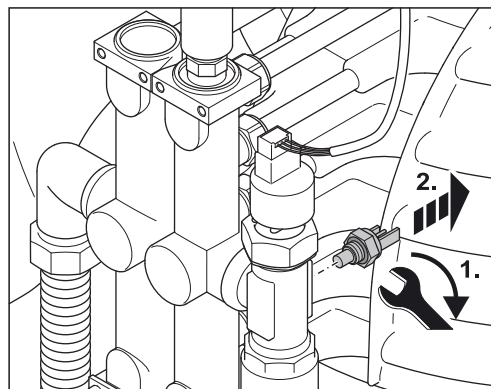

Figura 6-11 Svitare ed estrarre la sonda di temperatura di mandata
3. Svitare ed estrarre la sonda di temperatura di mandata / ritorno con una chiave a tubo da 15 (figura 6-11).